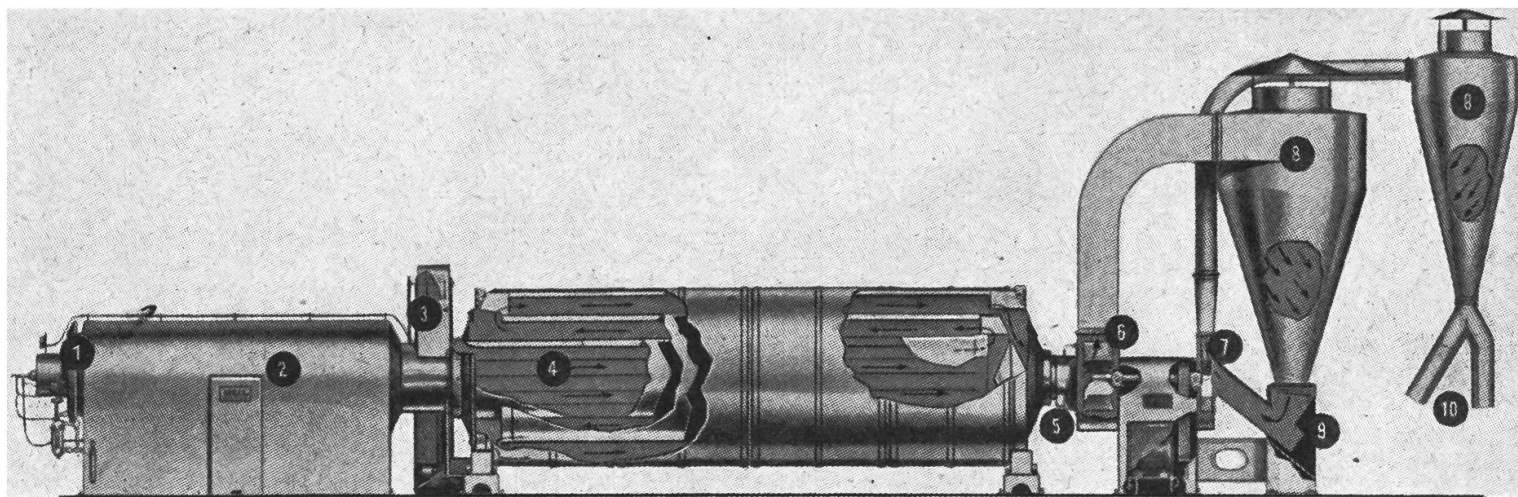

Abb. 3 Schematische Darstellung des Heil-Trommeltrockners:
Der Heil-Arnold-Trommeltrockner (Abb. 3) wird aus USA importiert. Er ist in zwei Grössen für 2000 und 4000 kg Grünfutterverarbeitung pro Stunde lieferbar. Der ganze Trocknungsprozess verläuft bei dieser Anlage in einer rotierenden Trommel (4), die aus drei konzentrischen Zylindern gebildet ist. Die inneren Zylinderwände sind gekerbt und weisen mehrere horizontalverlaufende Mitnehmer aus. Von einem automatisch arbeitenden Aufgabeepparat (3) gelangt das fein geschnittene Grüngut in die Trommel (4). Es wird dort durch die Mitnehmer ständig gerührt und unter Wirkung des Heizluftstromes gesetzt. Sobald die Futterteile eine gewisse Trockenheit erreichen, werden sie durch den Ventilator (6) aus der Trommel angesaugt und in die Mahlanlage (10) gefördert. Der Trocknungsprozess, der bei hohen Temperaturen (am Eingang des Trockners ca. 800°C) verläuft, dauert ebenfalls ganz kurze Zeit. Der zum Trocknen erforderliche Wärmeverbrauch erreicht ca. 860 kcal pro 1 kg verdampftem Wasser. Die Beschickung der Trommel mit dem Grünfutter sowie der Oelverbrauch (Flammengrösse) sind bei dieser Anlage synchronisiert und werden durch ein Thermostat mit pneumatischer Fernsteuerung automatisch reguliert.